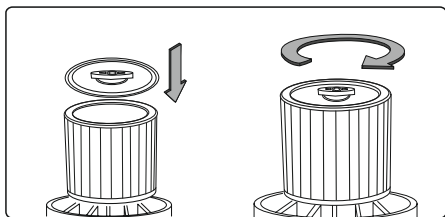
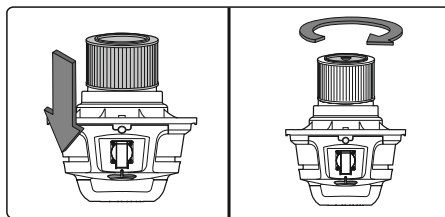

Рис. 13
Рис. 14
2) Наденьте колпачок фиксатора фильтра на картриджный фильтр вверх выступающего края и затяните фиксатор по часовой стрелке, чтобы он плотно прилегал к внутренней сетке фильтра (рис. 13 для VE 162E), (рис. 14 для VE 163E).